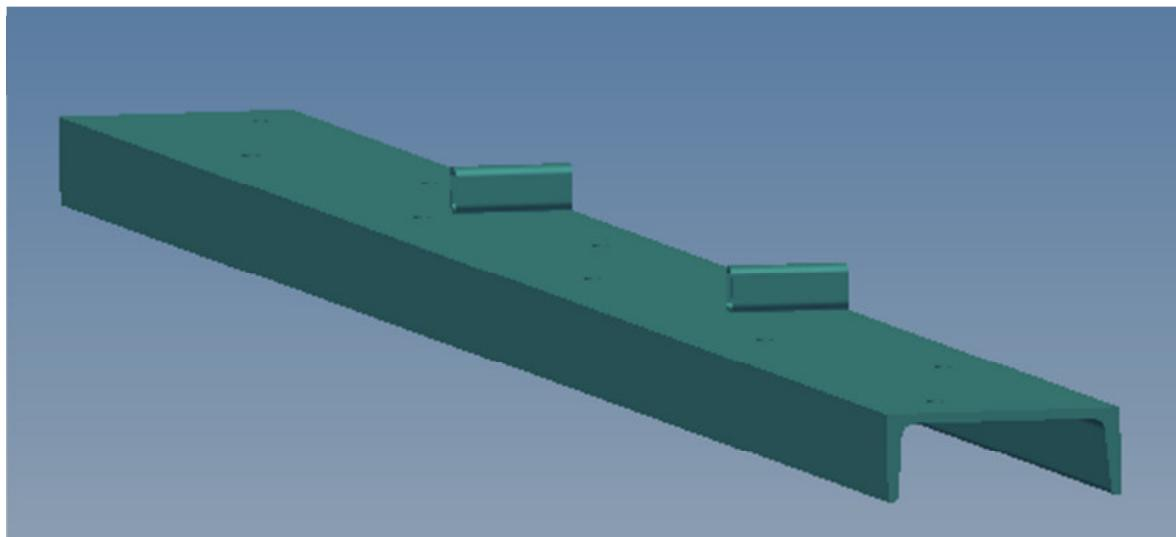

Bild 8 Obergurt mit Abspannhülsen (Ausriss)
3.2.7 Obergurte (Bild 8) auf der Rückwand der Lagerzellen montieren und mit den beigestellten Schrauben an den Modulelementen befestigen.